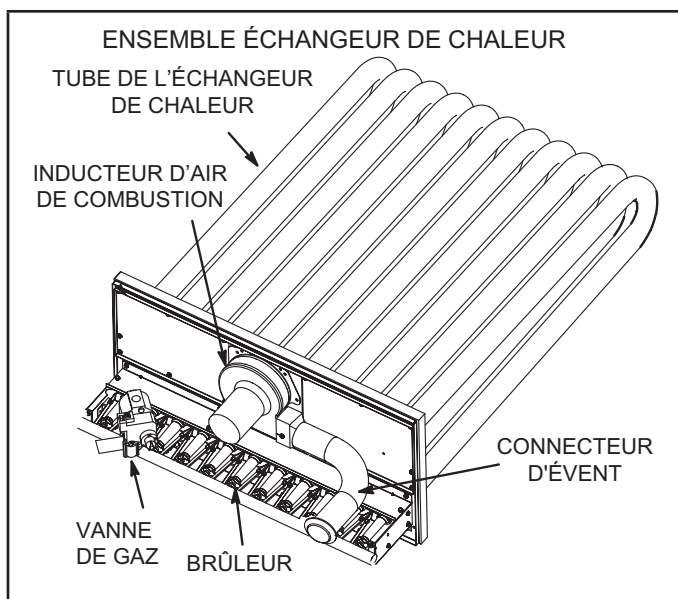

FIGURE 39
- Retirer et conserver les vis fixant l'inducteur d'air de combustion sur la boîte à feu. Retirer le connecteur d'évent. Voir FIGURE 39.